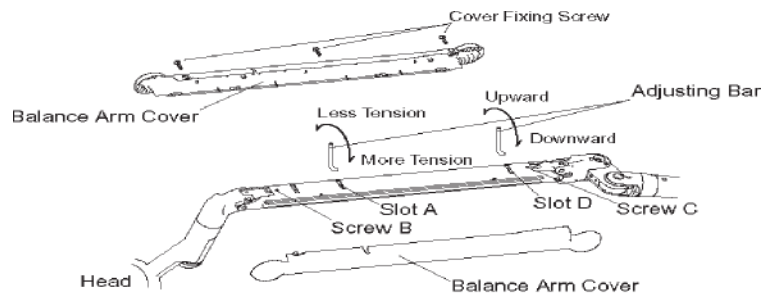

Fig.5-1 Balance Arm
- Dévissez les 2 vis du carter pour accéder à la fente A (slot A) (Fig 5-1) - Glissez la clef de réglage (fournie) et tournez l'écrou de réglage.
- Glissez la clef de réglage (fournie) dans la fente D (Slot D) (Fig 5-1) - Pour monter, tournez vers la gauche